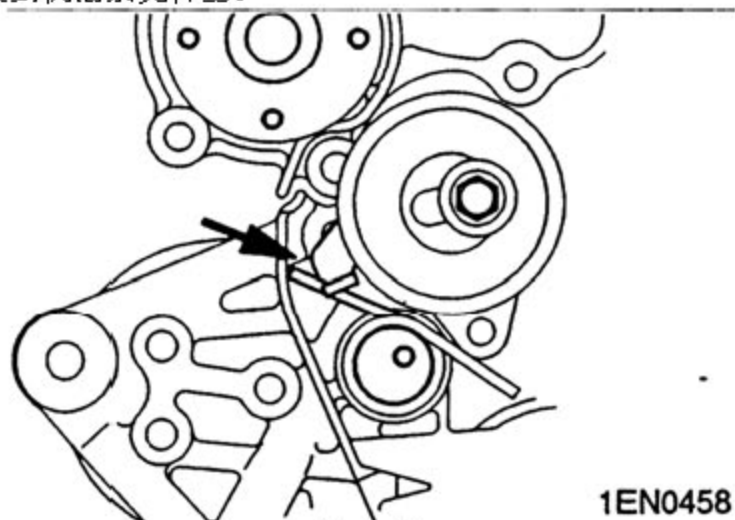

图 3-10
B). 如图 3-10 所示, 将张紧器弹簧的一个伸长端钩在正时皮带张紧器的钩形部。并将张紧器装到机油泵壳体上。